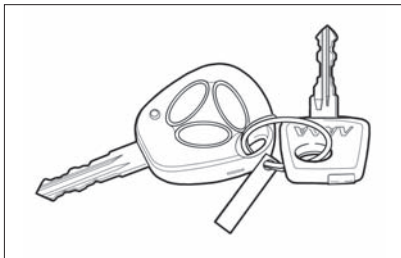
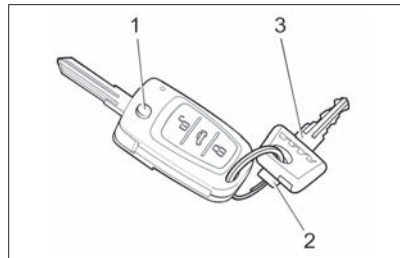

Рис. 1. Ключи для автомобиля
Рис. 2. Ключи для автомобиля
К автомобилю прилагаются два ключа зажигания: один – с пультом дистанционного управления 1 (рис. 1), другой – с красной вставкой на торце.
Ключ с красной вставкой на торце 3 (рис. 1) совмещает в себе следующие функции:
**В варианном исполнении** к автомобилю прилагается ключ с пультом дистанционного управления 1 (рис. 2) с выкидным лезвием ключа. В исходном состоянии лезвие ключа складывается в пульт. В сложенном состоянии пульт удобно носить в кармане, сумке и т.п. Для запуска двигателя лезвие ключа нужно выдвинуть нажатием на кнопку 1 выброса/складывания лезвия ключа.
Другой ключ, с красной вставкой на торце 3 (рис. 2), совмещает в себе функции:
Номер кода ключа нанесен на бирке 2 (рис. 1, рис. 2).